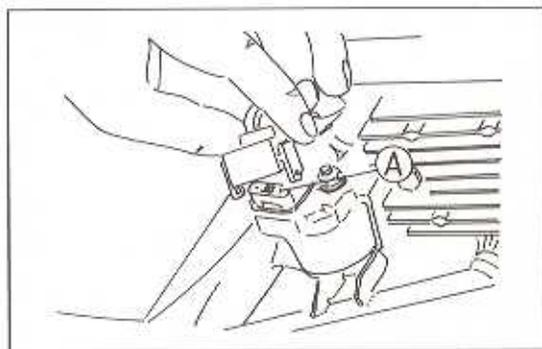

Bild 309
- Die neue Sicherung von Hand eindrücken. Die 30-A-Hauptsicherung befindet sich beim Anlasserrelais. Nach Abnahme der Steckverbindung ist die Sicherung zugänglich (Bild 309).